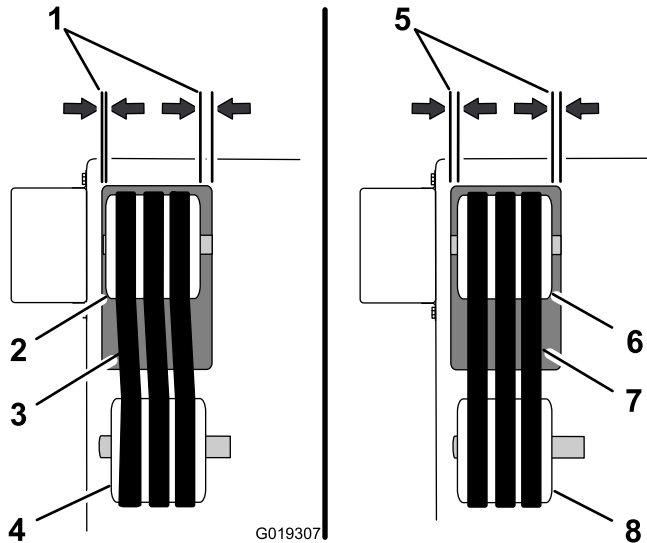

Figure 49
2. Vérifiez que la poulie d'arbre est bien centrée dans l'ouverture à la base de la machine. Si la poulie d'arbre n'est pas bien alignée, voir l'étape 3 dans Alignement des poulies (page 38) (Figure 49).
3. Contrôlez l'alignement de la poulie en examinant les côtés des courroies ; elles doivent passer en ligne droite sur et entre chacune des poulies (Figure 49). Si les courroies et les poulies ne sont pas alignées correctement, alignez les poulies ; voir Alignement des poulies (page 38).
3. Si la poulie d'arbre de lame est mal alignée dans l'ouverture de la base de la machine ou qu'elle n'est pas bien serrée sur l'arbre (Figure 49), procédez comme suit :